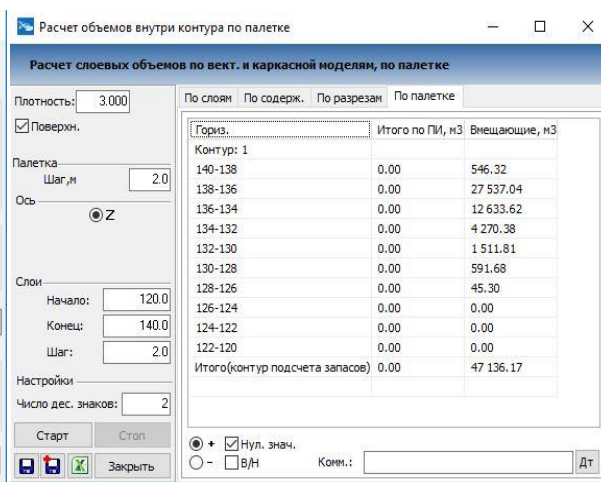

Рис. 10.6
5.6. В диалоговом окне **Расчет объемов** задайте шаг палетки *2 м*, шаг слоя *10 метров*, Начало *120*, Конец *140* и нажмите **Старт**. Результатом расчета станет объём вскрыши (рис.10.6).